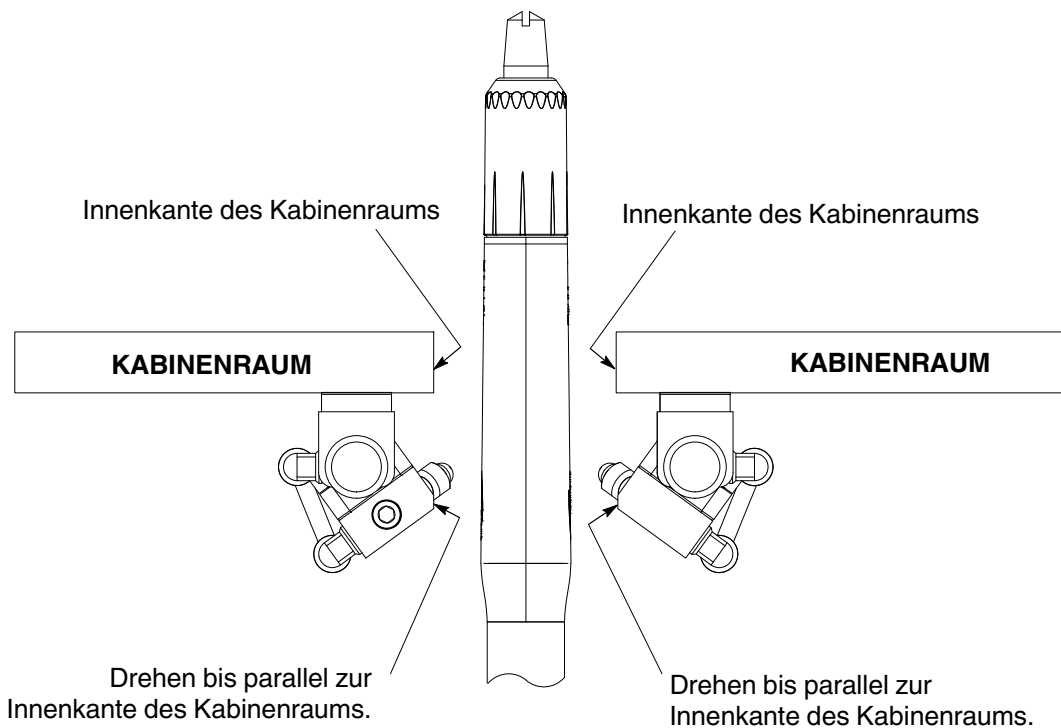

Abbildung 6 Ausrichtung des Verteilerblocks an Kabinenraum-Pistolenschlitzkante
2. Den Verteilerblock drehen, bis die angefaste Kante wie in Abbildung 6 dargestellt parallel zur Innenkante des Kabinenraum-Pistolenschlitzes liegt. Die M6-Schrauben der Klemmen zum Sichern des Verteilerblocks festziehen.